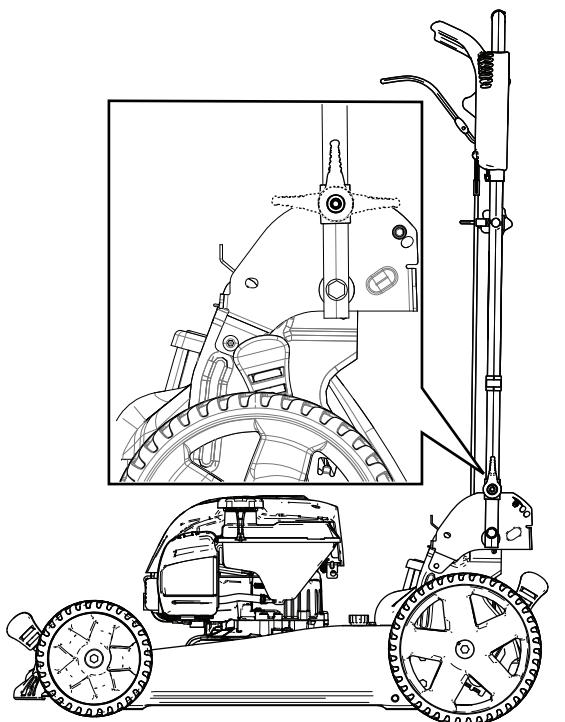

Figura 25
2. Dobre o manípulo para a frente para a posição vertical ou totalmente para a frente como se mostra na Figura 25.